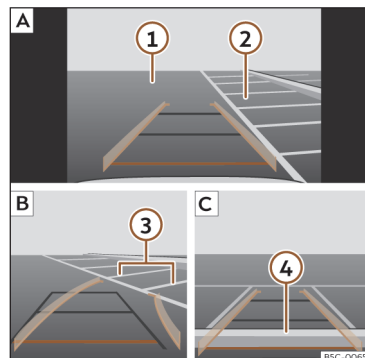

Fig. 154 Visualização no ecrã do sistema de infotainment: estacionar com o assistente de marcha-atrás.
Legenda da >>> **Fig. 154:**
- Posicione o veículo à frente do lugar de estacionamento >>> **Fig. 154 ② A**.
- Retroceda rodando o volante de forma que as linhas amarelas se introduzam no lugar de estacionamento. As linhas verdes e amarelas têm de coincidir com as linhas de delimitação laterais **③ B**.
- Pare o veículo quando a linha vermelha tiver atingido a delimitação traseira **④ C**.